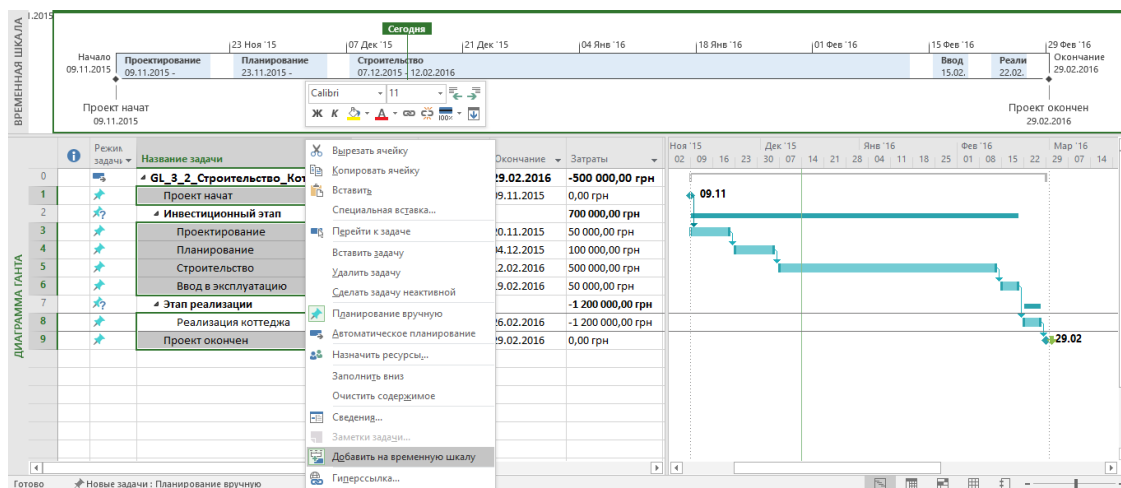

Рисунок 3.43 – Добавление задач на временную шкалу через список задач
- 1) выделить название необходимой задачи, нажать правую кнопку мыши и в меню выбрать «Добавить на временную шкалу» (см. Рисунок 3.43);